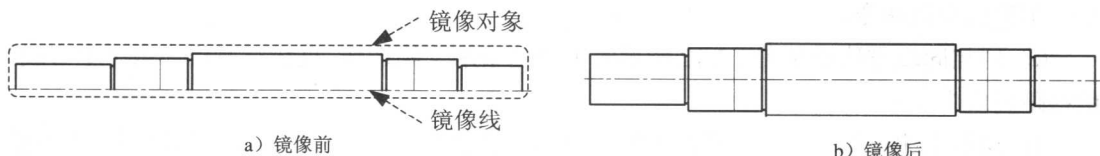

图 1.2.7 镜像图形
- (1) 选择下拉菜单 **修改(M)** → **镜像(I)** 命令。
- (2) 用窗口选取的方法，选取如图 1.2.7 所示的图形为镜像对象，按回车键结束选择。
- (3) 捕捉图中水平中心线上某一点并单击，然后在该中心线上选择另一点。
- (4) 在命令行中输入字母 N 后按回车键。